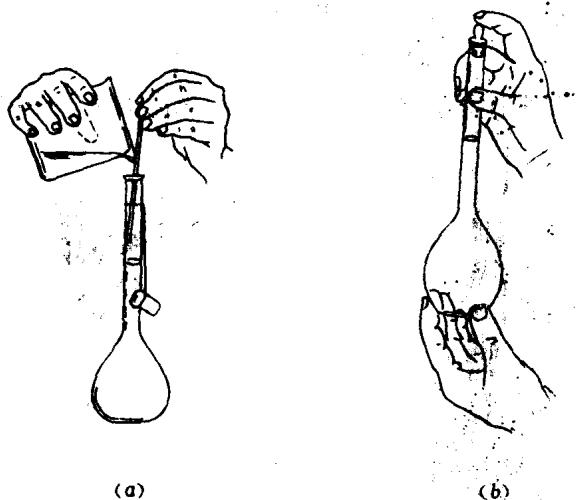

图 3 容量瓶的使用方法
容量瓶常与移液管相配合,用来配制浓度准确的溶液。它是带细颈的平底瓶,并配有磨口玻璃塞,颈部刻有标线,表明在一定温度下恒定的容积。用法如下(图 3):
(1) 在使用容量瓶前应首先检查它是否漏水,即将已充满自来水至标线附近的容量瓶的瓶塞塞紧,见图 3-(a),倒置片刻,观察瓶口是否漏水。
(2) 检查完好的容量瓶,按洗移液管的方法洗涤干净,再把配制好的溶液沿玻璃棒转移到容量瓶中(见图 3-(a))。如为固体试样,须先在烧杯中溶解,再将溶液转移至容量瓶中,然后少量多次地用蒸馏水或去离子水洗涤烧杯,并将洗涤液转移至容量瓶中,以保证溶质全部转移到容量瓶中。如果是稀释已知浓度的溶液,要用移液管移入一定体积的浓溶液,再慢慢加蒸馏水或去离子水至标线以下约 1cm 处,最后用滴管逐滴加至液面与标线相切为止。
(3) 按图 3-(b)所示,将容量瓶凌空、翻倒,等气泡上升后,轻轻振荡。重复翻倒、振荡操作多次,使溶液混合均匀。